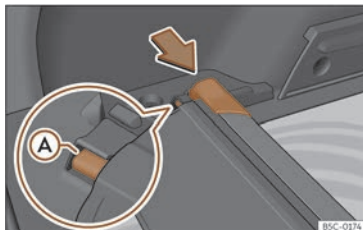

Fig. 191 Dans le coffre à bagages : logement pour ranger la plage enroulable.
- Appuyez sur la tête de la plage arrière enroulable dans le sens de la flèche jusqu'à l'insérer dans le logement prévu à cet effet >>> **fig. 191**. Assurez-vous que le patin (A) s'encastre dans le logement correspondant.